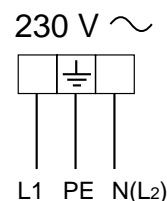

Fig. 6.1
- Le câble électrique doit être relié au bornier suivant le schéma de la fig. 6.1.